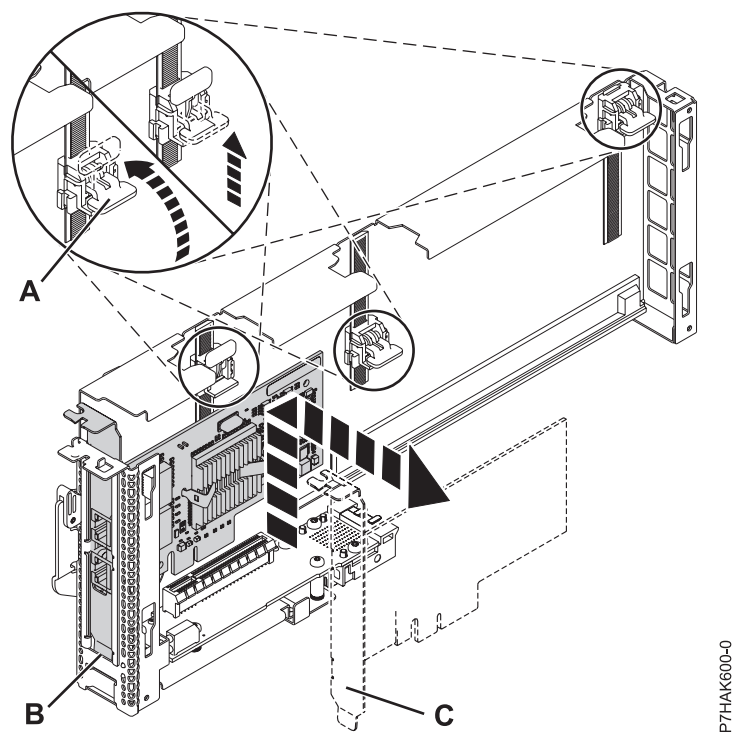

Figura 25. Adaptador que s'ha tret del casset d'adaptadors PCI
- a. Obriu les peces de retenció de l'adaptador fent girar els clips de retenció (A) fins que estigui en posició horitzontal. Consulteu Figura 25 a la pàgina 35.